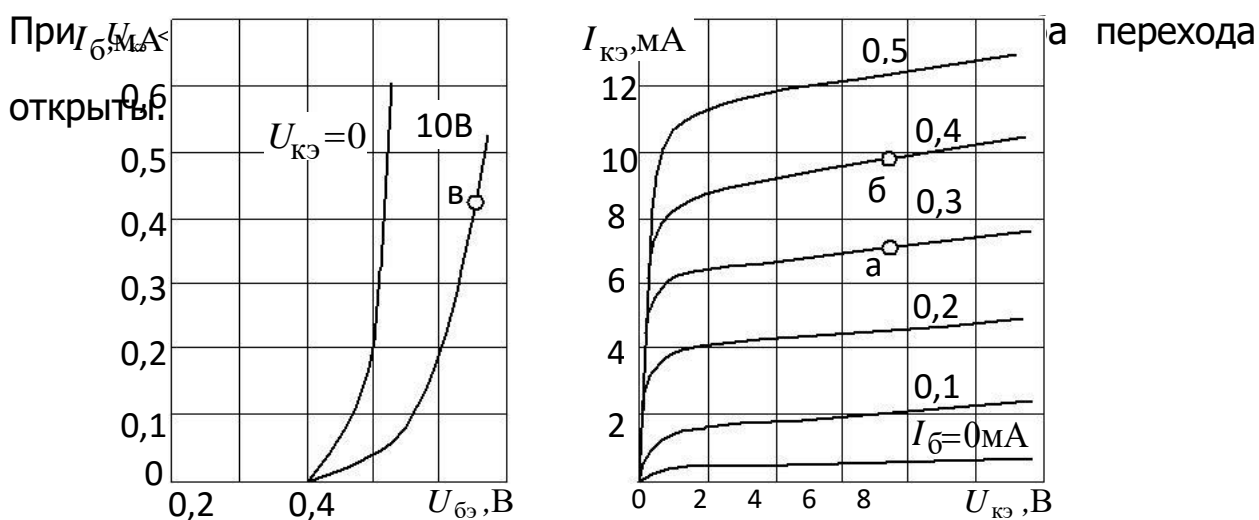
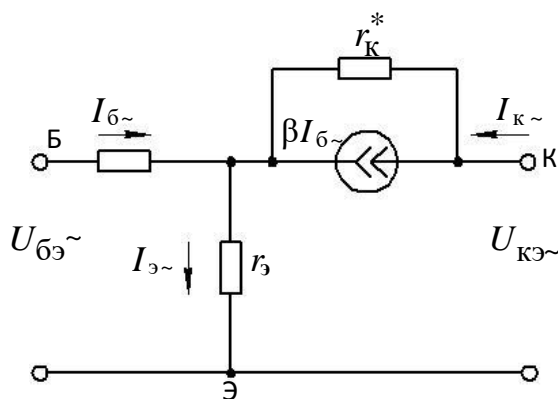

Рис. 3.73. Входные (а) и выходные (б) характеристики транзистора с общим эмиттером
Рис. 3.74. Т-образная схема замещения транзистора для включения ОЭ
Вольт-амперные характеристики на рис. 3.73 принадлежат транзистору $n-p-n$ -типа. Для того чтобы его эмиттерный переход был открыт, на базу подается положительное напряжение. На коллекторный переход также подается положительное напряжение.
Задача 3.29. Для транзистора, вольт-амперные характеристики которого даны на рис. 3.73, определить основные параметры малосигнальной Т-образной схемы замещения для включения ОЭ (рис. 3.74), справедливой для низких и средних частот.
1. Коэффициент передачи тока базы β определяется по выходным вольт-амперным характеристикам (см. рис. 3.73, б) при фиксированном напряжении коллектор—эмиттер ($U_{кэ} = 8 \text{ В}$) как отношение приращений токов базы и коллектора при переходе из точки *a* в точку *б*:
3. Сопротивление открытого эмиттерного перехода r_3 и объемное сопротивление базы r_6 находим через входное сопротивление транзистора ОЭ, как это делалось в задаче 3.22, в окрестности точки *b* на входной ВАХ (рис. 3.73, *a*):
При токе базы $I_{\text{б}} = 0$ через коллектор течет сквозной тепловой ток $I_{\text{кo}}^*$. На выходной ВАХ (см. рис. 3.73, б) этот ток равен 0,25 мА (примерное значение $I_{\text{к}}$ при $I_{\text{б}} = 0$). Известно соотношение